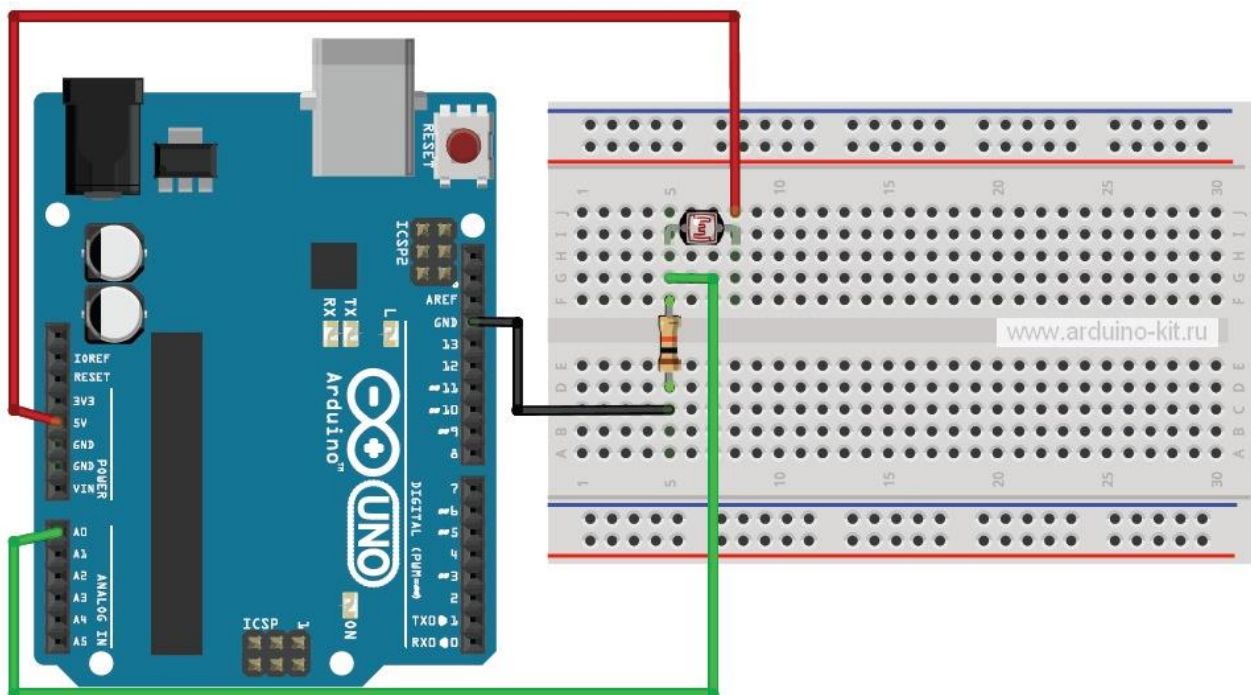

Рис. 13.2. Схема подключения фоторезистора к Arduino
Распространённое использование фоторезистора – измерение освещённости. В темноте его сопротивление довольно велико. Когда на фоторезистор попадает свет, сопротивление падает пропорционально освещенности. Схема подключения фоторезистора к Arduino показана на рис. 13.2. Для измерения освещённости необходимо собрать делитель напряжения, в котором верхнее плечо будет представлено фоторезистором, нижнее – обычным резистором достаточно большого номинала. Будем использовать резистор 10 кОм. Среднее плечо делителя подключаем к аналоговому входу A0 Arduino.
1. Подключаем фоторезистор по схеме на рис. 13.2.